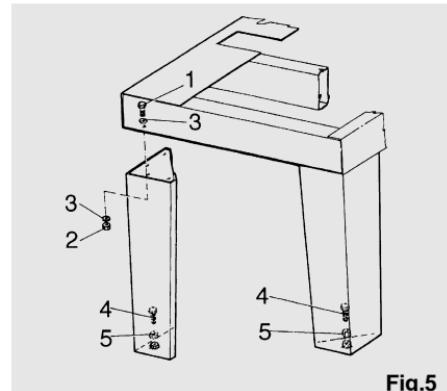

Fig.5
Procurarsi una livella a bolla e mettere in piano la macchina agendo sulle viti (4). Bloccare poi i vari controdadi (5) fig. 5.